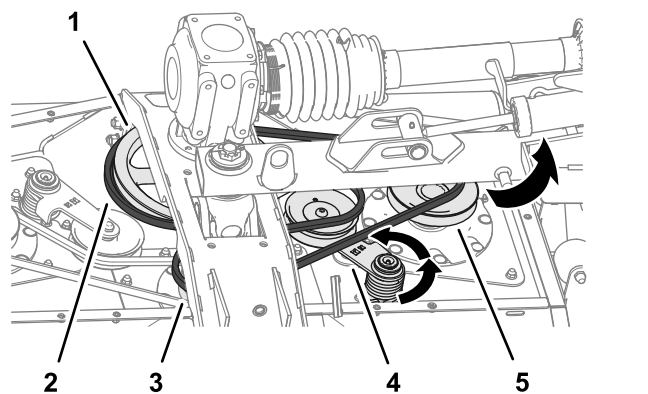

Figura 65
2. Utilize uma barra disjuntora ou ferramenta semelhante para rodar o tensionador da correia da correia comprida no sentido contrário ao dos ponteiros do relógio e retire a correia da polia do tensionador (Figura 65).
3. Retire a correia comprida da polia da transmissão, da polia do eixo central e da polia do eixo direito (Figura 65).